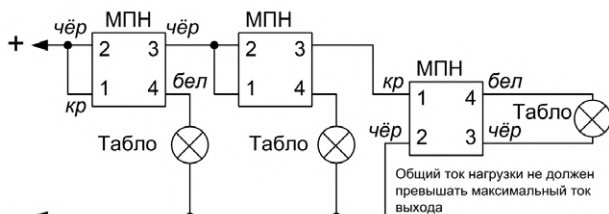

Рисунок 14. Схема подключения нескольких световых таблиц или сирен к одному выходу блока
1. Несколько исполнительных устройств подключаются к одному выходу блока по схеме, приведенной на Рисунок 14.